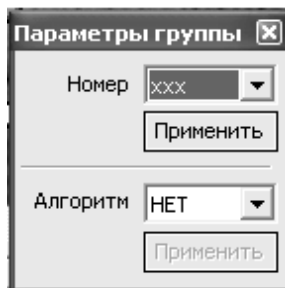

Рисунок 1.8
- установить курсор на любой маркер границы и нажать правую кнопку графического манипулятора, появится окно «Параметры группы», рисунок 1.8.